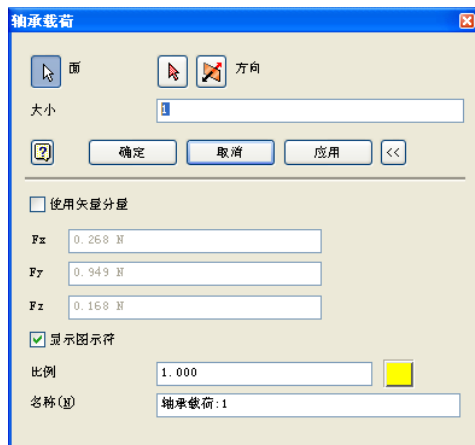

图 14-6 “轴承载荷”对话框
(1) 单击【应力分析】标签栏【载荷】面板上的【轴承载荷】按钮，打开如图 14-6 所